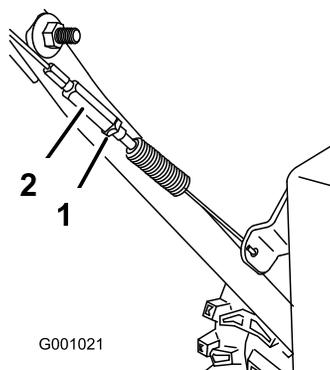

Рисунок 36
3. Затяните контргайку (Рисунок 36).